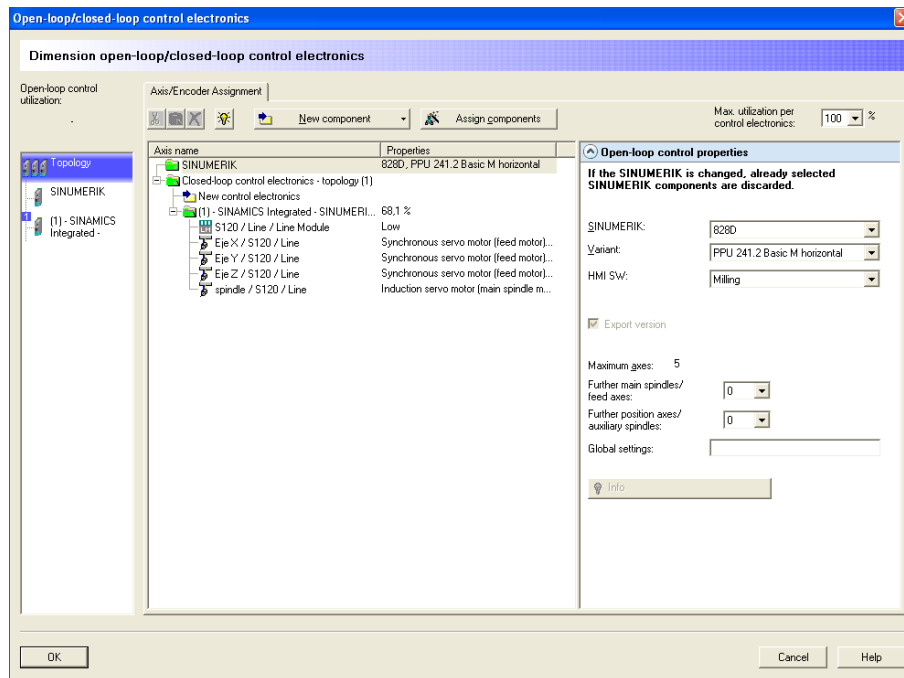

Figura 3.2.109 “Dimension open-loop/closed-loop control electronics”
Como se puede observar en la figura 3.2.109, en la parte izquierda de la ventana se puede seleccionar tres niveles de dimensionamiento del controlador, es decir, *Topology*, *Sinumerik* y *Sinamics Integrated*.
- *Topology* (figura 3.2.109): en este primer nivel se seleccionará las propiedades del control numérico. Esto se realizará en la parte derecha de la ventana de dimensionamiento, donde se ha elegido: el modelo de Sinumerik, la variante o versión de este, el software HMI y la opción de incluir ejes o cabezales auxiliares.
- Opción de incluir ejes o cabezales auxiliares: como se puede observar en la figura 3.2.109, Sizer en la ventana de trabajo indica que el máximo número de ejes que puede controlar el controlador son 5 (*Maximum axes = 5*). En el caso de este equipo se han configurado hasta el momento 4, por lo que Sizer da la opción de añadir un eje o un cabezal extra.